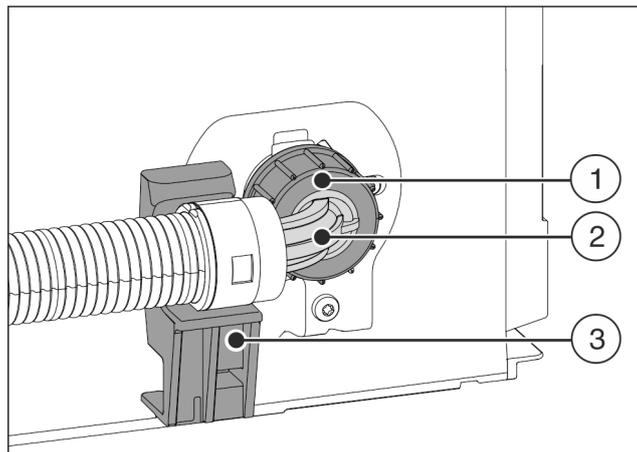

Fig. 23
- ▶ Pozicionirajte savijen završetak crijeva Fig. 23 (2) vodoravno na držač Fig. 23 (3) i držite ga.
- ▶ Maticu Fig. 23 (1) rukom zavrtnite na navoj tako da je osiguran čvrst, siguran spoj.